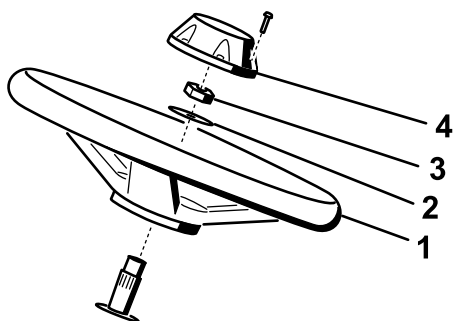

图5
1. 将方向盘滑入转向轴（图5）。
2. 将垫圈滑入转向轴（图5）。
3. 使用锁紧螺母将方向盘固定到转向轴上，旋紧至 27~35Nm（图5）。
4. 将中心盖安装到方向盘上，并用螺丝固定（图5）。